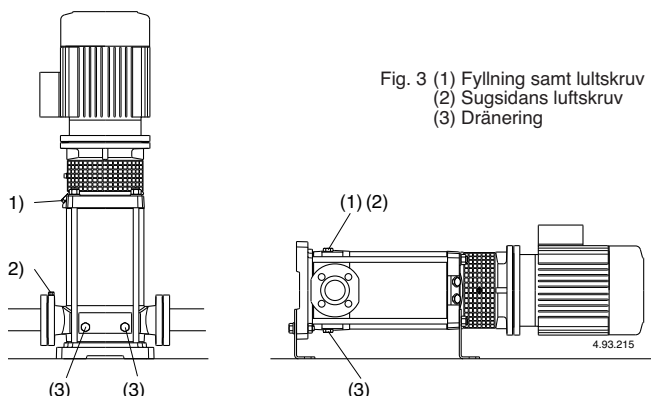

Fig. 3 (1) Fyllning samt luftskruv
Om den sugande funktionen upphör (tryckmanometern svänger eller om trycket minskar/ökar) se till att alla röranlutningar på sugsidan är täta, repetera avluftningen på sugsidan (2), se till att avluftningsskruven (2) samt dräneringspluggen (3) är täta på sugsidan (fig. 3).
För att förlänga livslängden skall pumpen som vid pumpning av förorenade vätskor köras med en ren vätska efteråt för att avlägsna partiklar eller, efter dränering genomförs rengöring genom att rent vatten (minst 40 liter) hälls in genom fyllnadspluggen (1) på trycksidan tills det kommer ut genom dräneringshålet (3) på sugsidan (fig. 3).
När pumpen ej användes skall denna avtappas helt om frysrisk föreligger. Avlägsna bägge pluggarna (14.12), (position 3, fig 3).
Före demontering skall alla ventiler stängas samt pumpen avtappas helt på vätska (fig. 3).